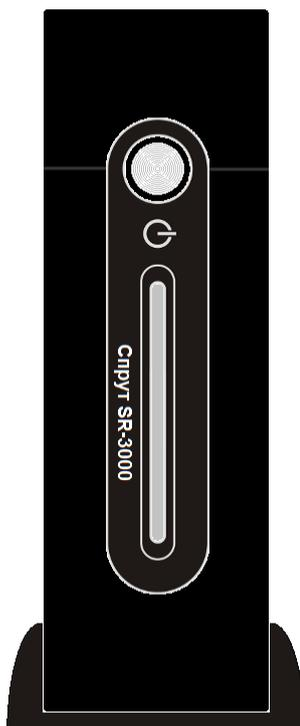

Рис. 18 Спрут SR-3000 в подставках, вид спереди.
2. Установить в подставки Спрут SR (Рис. 18).